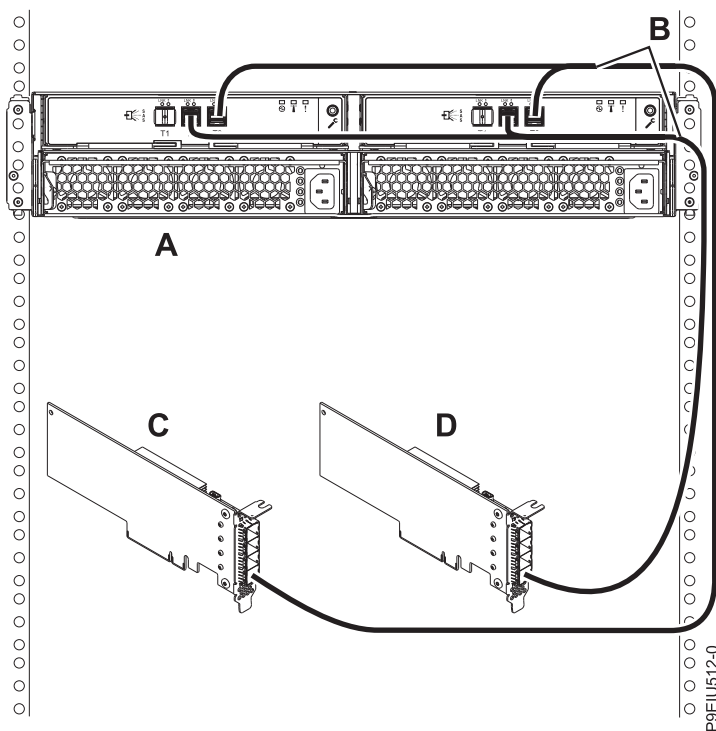

図 17. YO12 ケーブルを使用した、独立した FC EJ0J、FC EJ0K、または FC EJ0M の SAS アダプターへの 1 台の ESLL ストレージ・エンクロージャーまたは ESLS ストレージ・エンクロージャー のモード 2 接続
17. 21 ページの図 17に示すように、YO12 ケーブル (B) を使用して、2 つの独立した FC EJ0J、FC EJ0K、または FC EJ0M の SAS アダプター (C および D) への 1 台のエンクロージャー (A) のモード 2 接続を行います。次に、27 ページの『ケーブルと電源コードの接続およびカバーの取り付け』に進みます。